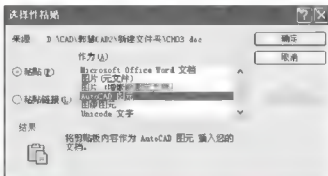

图 3.130 【选择性粘贴】对话框
(1) 首先, 在 Microsoft Excel 中制作好表格, 然后将其全部选中, 按 Ctrl+C 快捷键执行【复制】命令。
(2) 回到 AutoCAD 图形文件中, 执行菜单栏中的【编辑】|【选择性粘贴】命令, 打开【选择性粘贴】对话框, 选中【AutoCAD 图元】选项, 如图 3.130 所示。